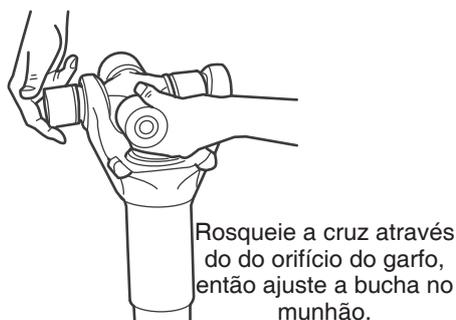

Figura 8.28
3. Posicione a primeira bucha no munhão rosqueando a cruz no orifício do garfo. Figura 8.28.